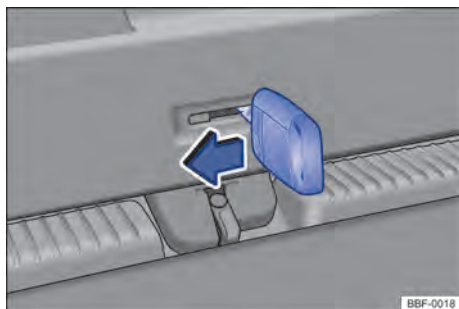

Fig. 58 En el maletero: desbloquear la tapa trasera.
- Introducir la paleta de la llave en la apertura del portón trasero → fig. 58 y mover la palanca de desbloqueo en la dirección de la flecha. <